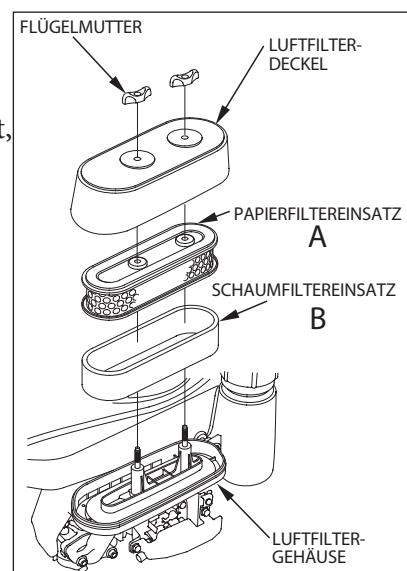

Bild 13
- Lösen Sie die Flügelmuttern Bild 13
- Entnehmen Sie den Luftfilter und blasen Sie den Luftfiltereinsatz Abbildung A Bild 13 vorsichtig mit Druckluft aus.
- Schaumlufteinsatz Abbildung B Bild 13: In warmer Seifenlauge reinigen, spülen und gründlich trocknen lassen. Oder in nicht entflammarem Lösungsmittel reinigen und dann trocknen lassen. Den Filtereinsatz in sauberes Motoröl tauchen, dann jegliches überschüssige Öl herausdrücken. Wenn zu viel Öl im Schaum verbleibt, raucht der Motor beim Starten.